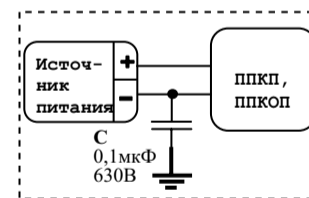

Рисунок 1
**ВНИМАНИЕ!!! В ЦЕЛЯХ ПОВЫШЕНИЯ ПОМЕХОУСТОЙЧИВОСТИ СИСТЕМЫ ПОЖАРНО-ОХРАННОЙ СИГНАЛИЗАЦИИ МИНУСОВОЙ ПРОВОД ИСТОЧНИКА ПИТАНИЯ ППКП (ПККОП) РЕКОМЕНДУЕТСЯ ЗАЗЕМЛЯТЬ ЧЕРЕЗ НЕПОЛЯРНЫЙ КОНДЕНСАТОР ЕМКОСТЬЮ 0,1–0,47 МКФ  $\times$  400 В (ИЛИ БОЛЕЕ). НАПРИМЕР: К73-17, 0,1 МКФ, 630 В (см. рисунок 1).**